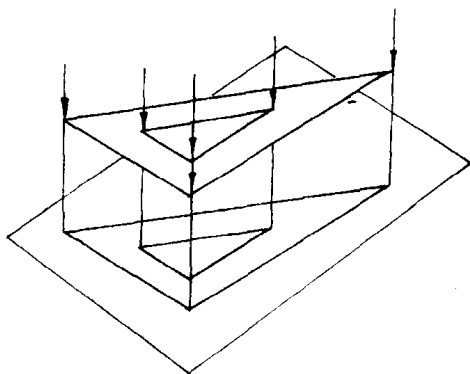

图 1-5 三角板正投影示意图
(1) 必须有光源, 该光源射出的光线是互相平行的, 照射方向垂直于被照射物体。
(2) 承受影子的平面(投影面)应平行于被照射物体。图 1-5 所示为一块三角板的正投影示意图。